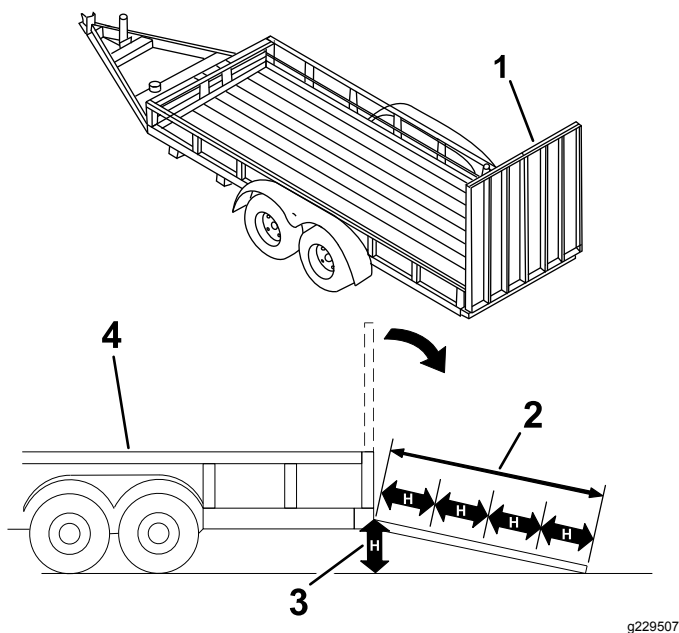

Figure 22
Le chargement de la machine sur une remorque ou un camion augmente le risque de basculement, et donc de blessures graves ou mortelles (Figure 22).
3. Abaissez la rampe (Figure 22).